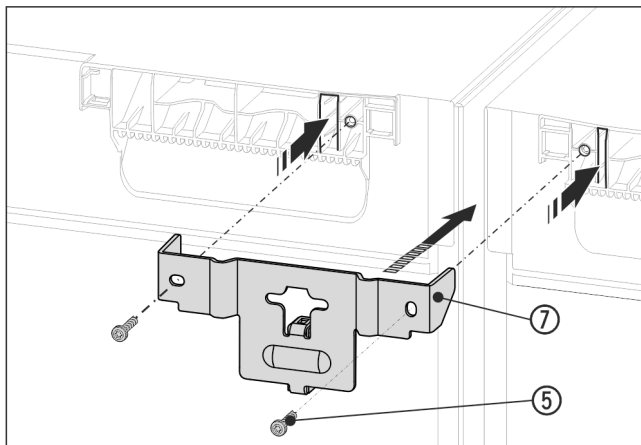

Fig. 16 Zobrazení příkladu
- Úhelník Fig. 16 (7) zasuňte rozpěrným kusem mezi přístroje a lištami do víka přístrojů. Pomocí 2 šroubů Fig. 16 (5) pevně přišroubujte.